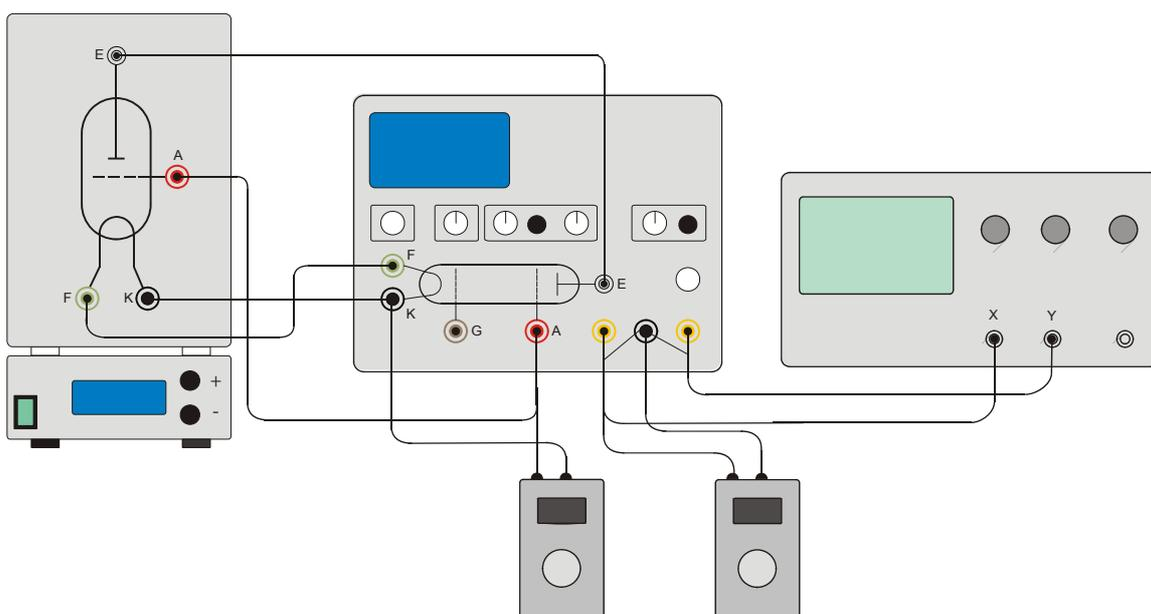

Fig. 3 Montagem da experiência com o tubo de Franck-Hertz com 2 voltímetros digitais
- Conectar o voltímetro digital ( $U_x$ ) e a tomada de massa (vide fig. 3).